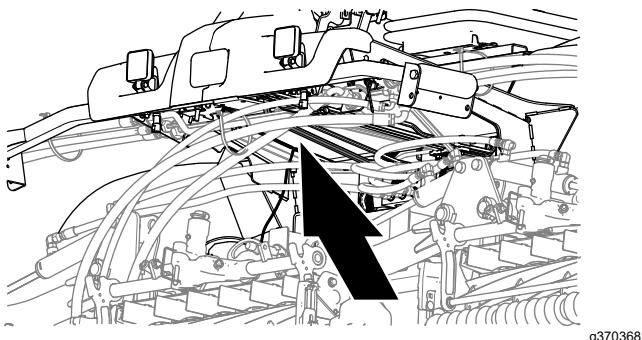
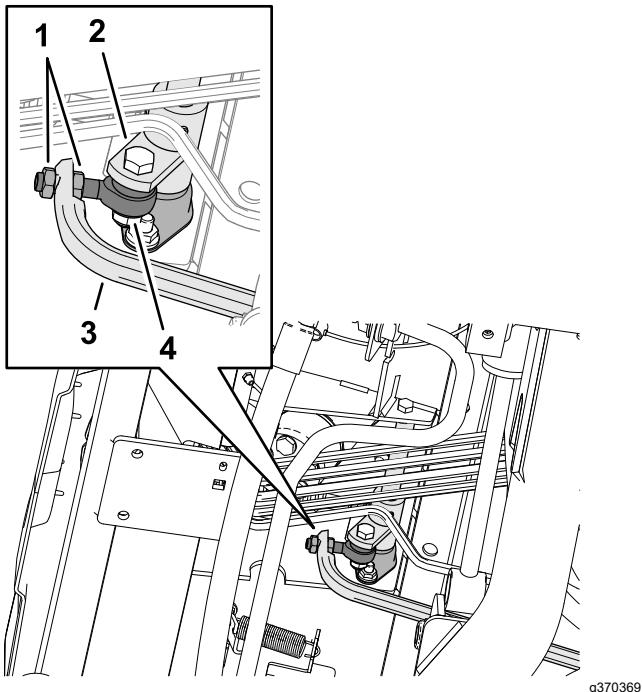

Bild 140
Bild 141
5. Stellen Sie die Klemmmuttern am Stangenende so ein, dass die Fahrantreibsstange nach vorne bewegt wird, um das Kriechen nach vorne zu verhindern, oder nach hinten, um das Kriechen nach hinten zu verhindern (Bild 140 und Bild 141).